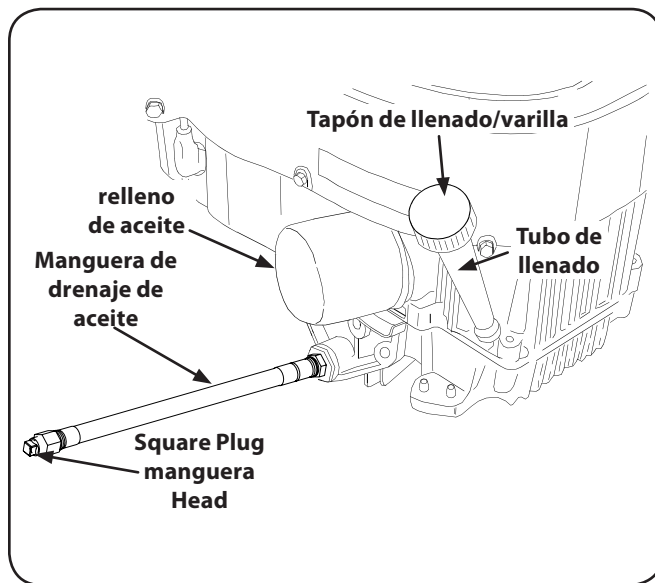

Figura 6-2
- Si su motor tiene la configuración de la manguera de drenaje de aceite en la Figura 6-2, consulte la sección de manguera de drenaje de aceite debajo.
- Mientras sujeta el extremo libre de la manguera de drenaje de aceite en el depósito de recogida de aceite, desenroscar el tapón de la manguera de cabeza cuadrada en el extremo de la manguera. Vea la Figura 6-2. Escurrir el aceite del motor en el contenedor de recogida.